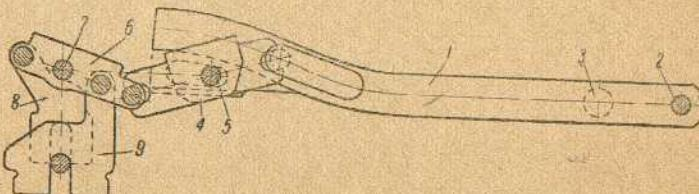

Рис. 22. Схема подающего механизма (вид сверху):
**Подающий механизм.** При движении затвора вперёд, пока ролик 3 затвора (рис. 22) скользит по прямолинейной части